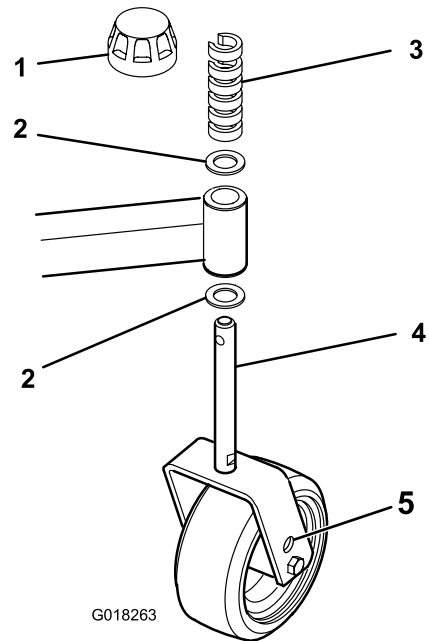

Figura 19
6. Ajuste los suplementos de los brazos de las ruedas giratorias delanteras o traseras hasta obtener la inclinación de la unidad de corte (Figura 19).